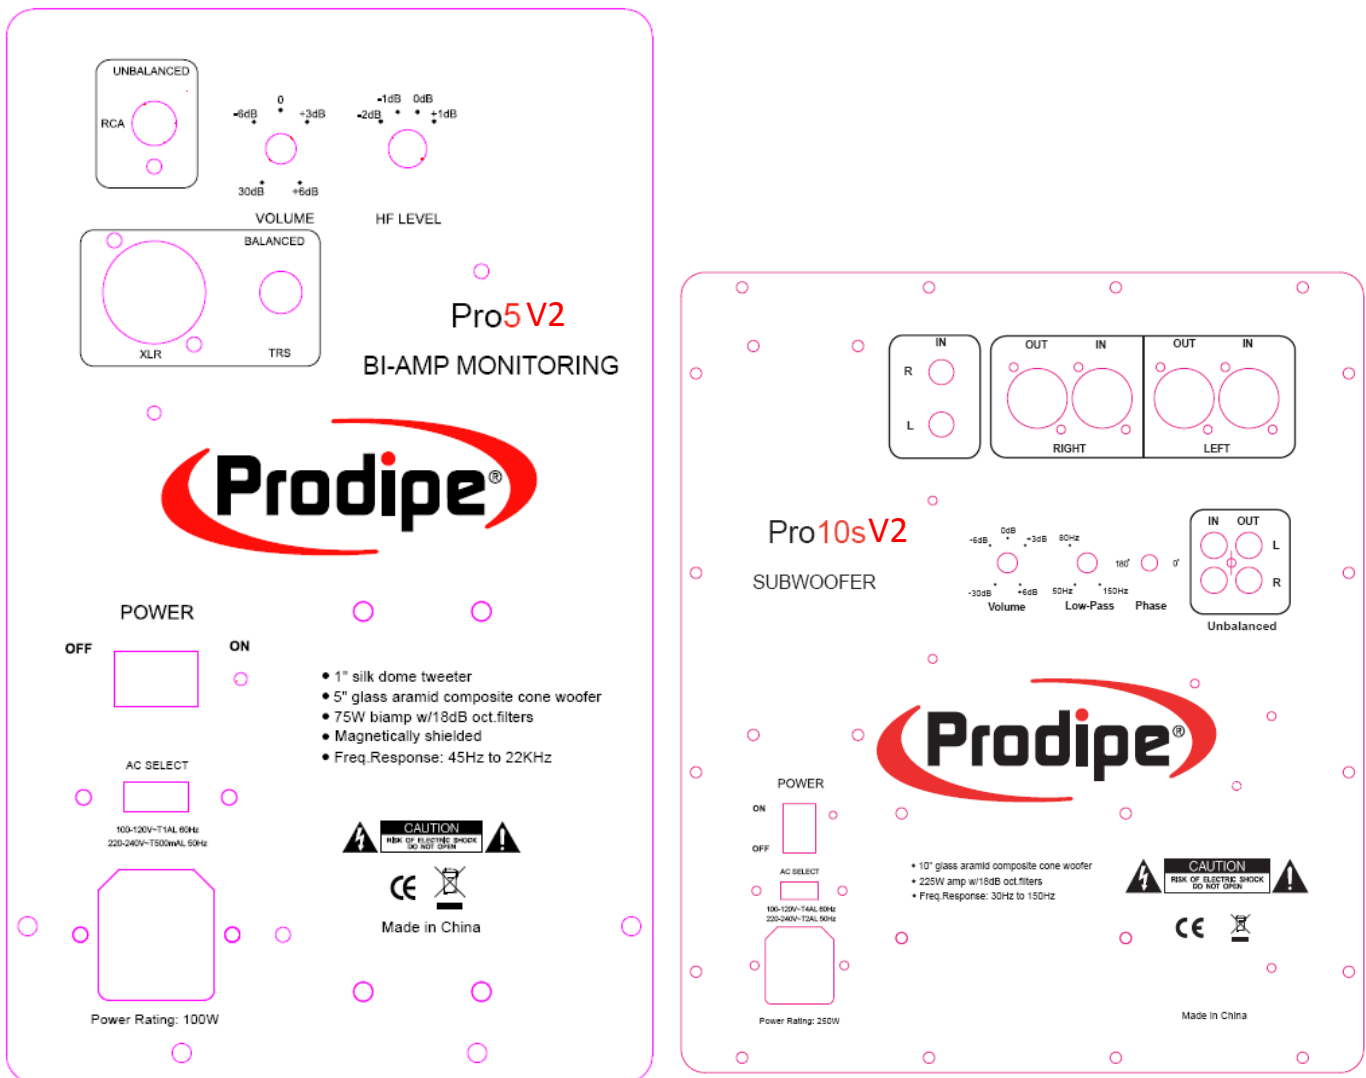

Figure 1 – Plaques arrières d'une Pro5 V2 ou Pro8 V2 et d'un Pro10S V2
- 9) Utilisez uniquement avec le chariot, le pied, le support, le trépied ou la table spécifié(e) par le fabricant ou vendu (e) avec l'appareil. Lorsque vous utilisez le chariot, faites attention lorsque vous déplacez l'ensemble (chariot + appareil) à ce qu'il ne se renverse pas (figure 1), vous pourriez vous blesser.
(Figure 1)